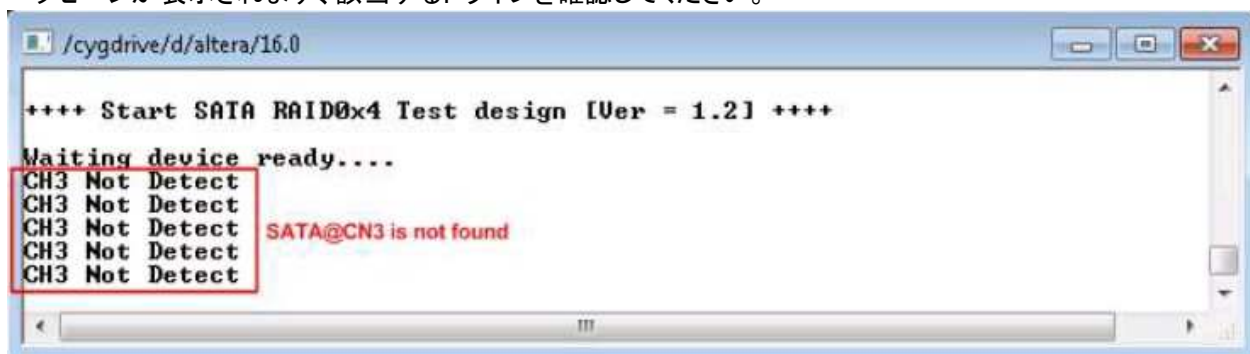

図 2-7: SATA ドライブが検出できない場合のエラー・メッセージ
(9) 4 台の SATA ドライブのうちいずれかのドライブが検出できない場合、下図 2-7 のような”CNX Not Detect”メッセージが表示されます、該当するドライブを確認してください。